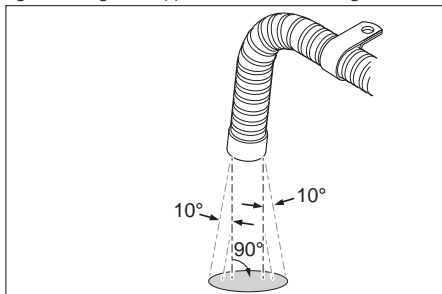

Fig. 21: Avgasutsläppets monteringsläge
- Avgasledningen ska fästas maximalt 150 mm före avgasutsläppet så att avgaserna kommer ut i en vinkel på $90^\circ \pm 10^\circ$ mot marken. Se Fig. 21.